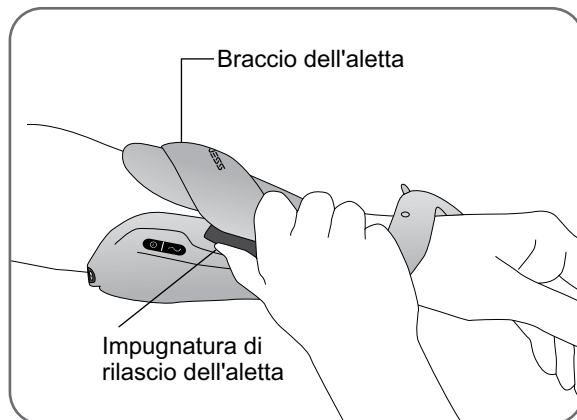

Figura 10-2 - Apertura dell'aletta dell'estensore
3. Premere l'impugnatura di rilascio dell'aletta e il braccio dell'aletta l'una contro l'altro e aprire l'aletta dell'estensore (Figura 10-2).